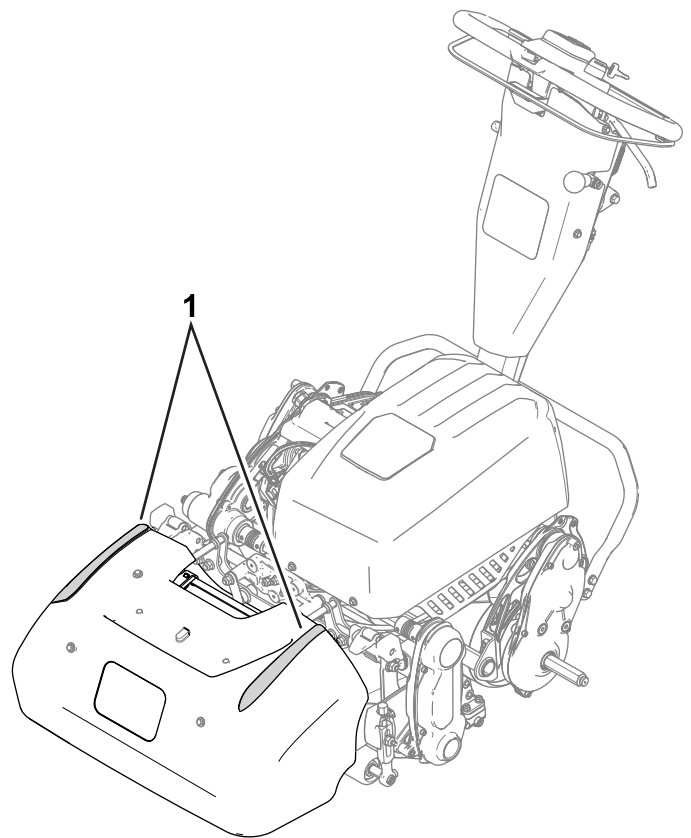

Figure 15
- Pour vous aider à travailler en ligne droite en travers du green et à maintenir la machine à égale distance du bord de la passe précédente, servez-vous des bandes d'alignement sur le dessus du bac à herbe (Figure 15).